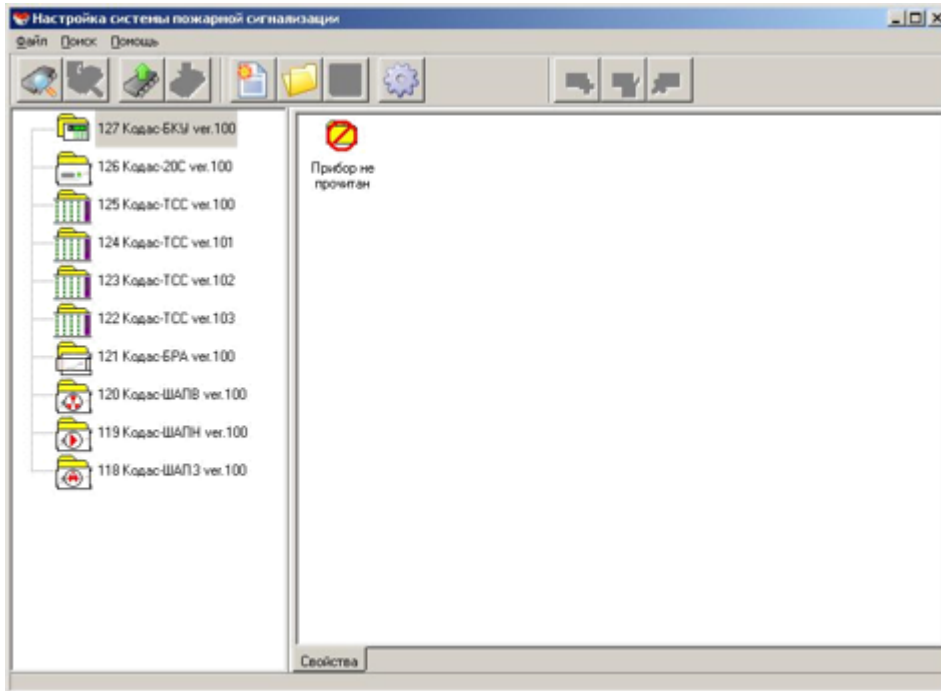
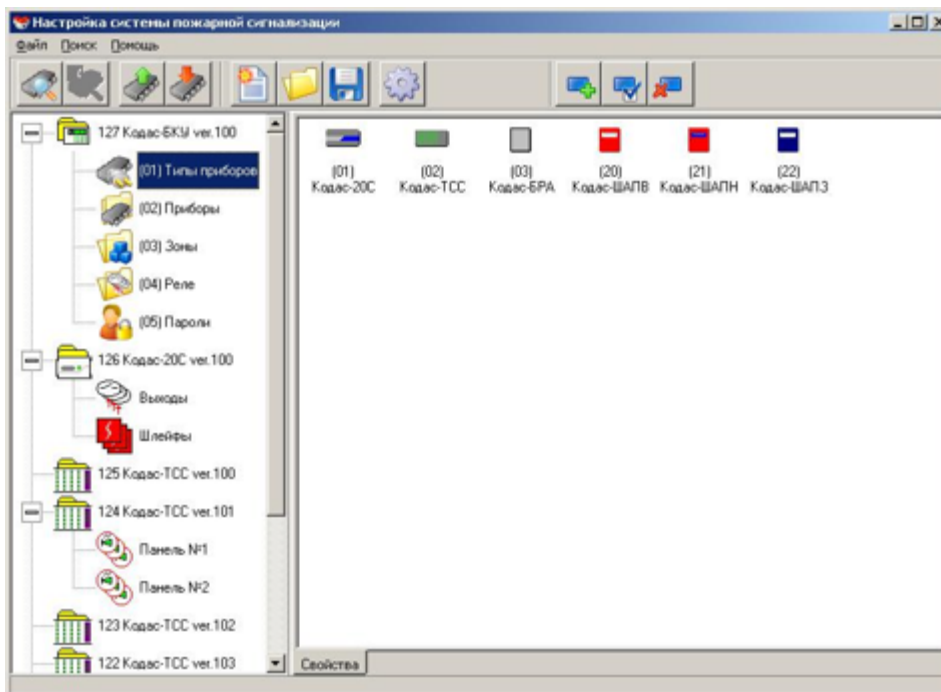

Рис. 3
Рис. 4
- 2) Вікно графічного зображення конфігурації системи (ліва панель), яка представлена у вигляді дерева, а кожен конфігурується об'єкт (модулі, реле, шлейфи та т. ін.) У вигляді "вузла дерева" (рис.3, рис. 4). Графічний вид дозволяє наочно уявити весь склад системи і дає можливість просто і зручно рухатися по "вузлів дерева" і вносити зміни.
Після вибору COM порту, натисніть на кнопку «Пошук приладів». У нижній частині робочого вікна з'явиться індикатор процесу пошуку, в лівому вікні, у міру виявлення, буде формуватися список блоків в графічному вигляді (у вигляді піктограм). Після завершення пошуку робоче вікно матиме вигляд, показаний на рис. 3.
іменованих як «Типи приладів», «Прилади», «Зони», «Реле», «Паролі». Для доступу до детальної інформації конфігурації блоків необхідно лівою кнопкою миші (або за допомогою клавіатури клавішею «+») "розкрити" піктограму, див. Рис.4.